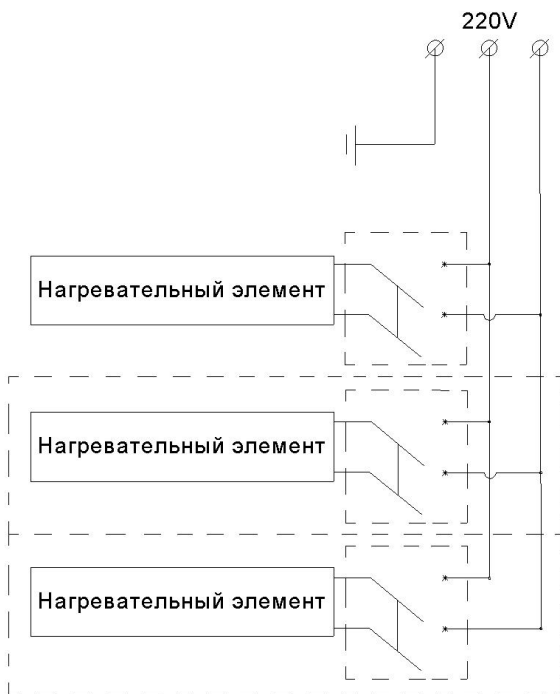

Рис.3
13.1 Схема электрическая полки показана на рис.3.